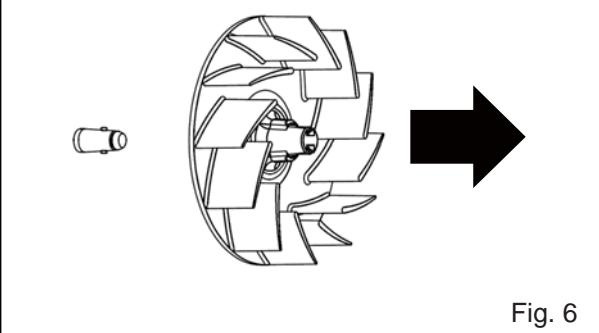

Fig. 6
- Saque el ventilador (Fig. 6).